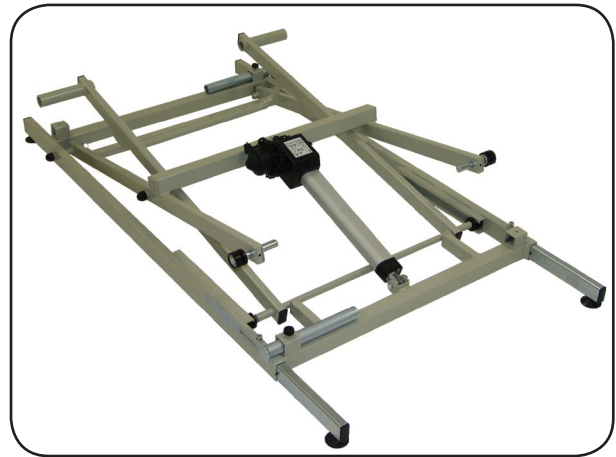

Abbildung 08
1. Montieren Sie die beiliegenden Einsteckfüße und Stellen Sie den Scherenhub mittig mit dem Antrieb zur Fußseite in die vorhandene Bettumrandung (Abbildung 08).